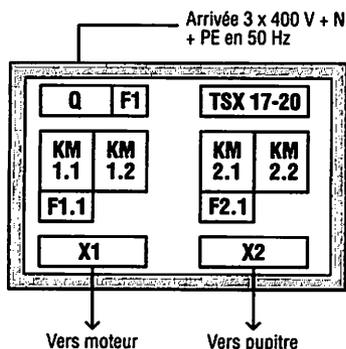

Fig. 9 : Implantation des composants sur la platine.
5.1 Implantation de l'équipement électrique (fig. 9)